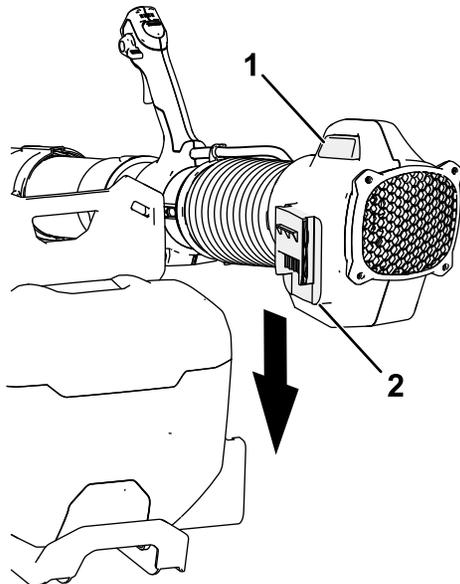

**Bild 4**
1. Richten Sie das Laubgebläse am Stromanschluss des Rucksacks aus (Bild 4).